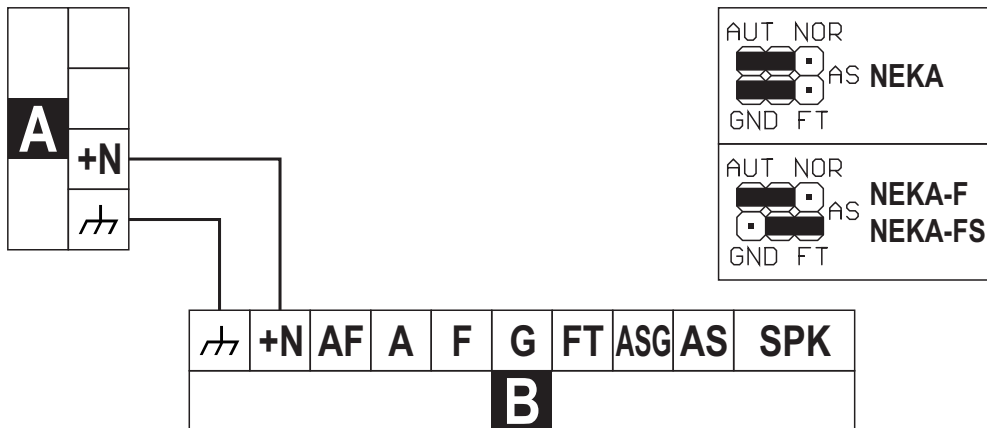

Figura 3 – Modalità automatica: A) centrale; B) sirena.
Per il funzionamento base della sirena sono sufficienti due soli fili, come mostrato in figura 3: la centrale (A) deve essere dotata di un morsetto (+N) sul quale è presente una tensione di 13,8 V (600 mA minimo) a riposo, che viene a mancare in caso di allarme; la centrale non è in grado di rilevare il sabotaggio e l'iniezione di schiuma (solo **NEKA-F/NEKA-FS**) ma la sirena attiva autonomamente la segnalazione dell'allarme per questi eventi.